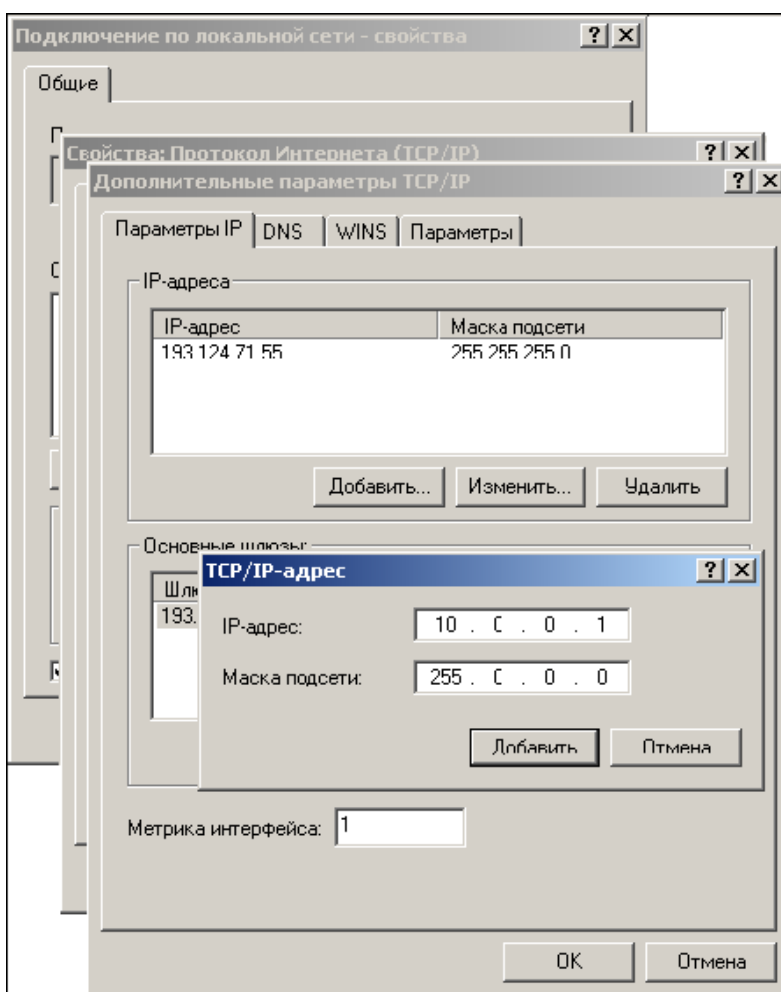

Рис. 3 Добавление нового IP-адреса
1. Добавьте (см. Рис. 3) новый IP-адрес на сетевой интерфейс Вашего персонального компьютера с установленным ПО PERCo-S-20. Или измените существующие IP-адрес (например, 10.0.0.1) и маску сети на те, которые указаны в паспорте на контроллер. Сделайте это соответствующим для операционной системы образом.